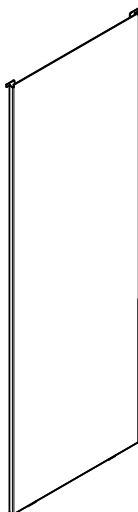
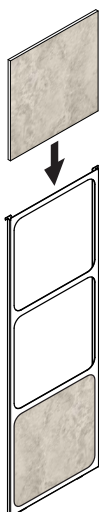

Figure 24.1
Figure 24.2
Votre appareil est expédié avec deux options de côtés, l'une est un panneau latéral complet (**Figure 24.1**) et un panneau latéral à tuiles (**Figure 24.2**). Il y en a deux chacun et il n'y a aucun côté droit ou gauche, ceux-ci pouvant donc être changés à tout moment.
3. Empilez les tuiles incombustibles dans le cadre, comme il est indiqué à la **Figure 24.2**.